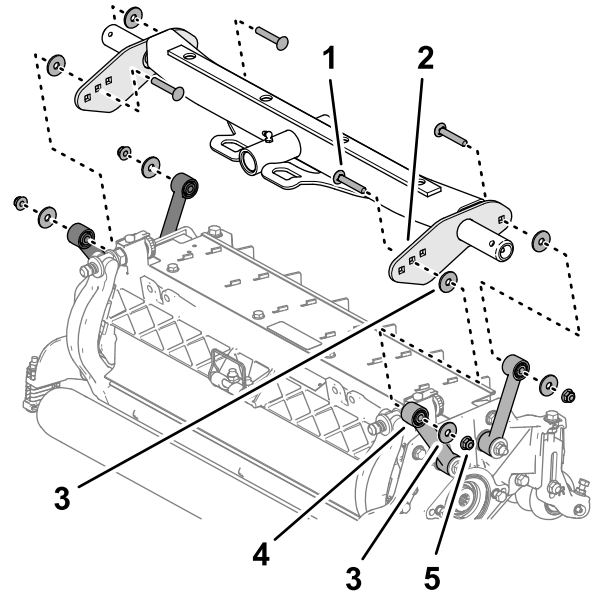

Figura 18
2. Alinee una arandela entre la placa de tiro y el tirante (Figura 18), y monte provisionalmente las placas y el espaciador con un perno de cuello cuadrado ($\frac{3}{8}$ " x $2\frac{1}{4}$ "), una arandela y una contratuerca con arandela prensada ($\frac{3}{8}$ ").